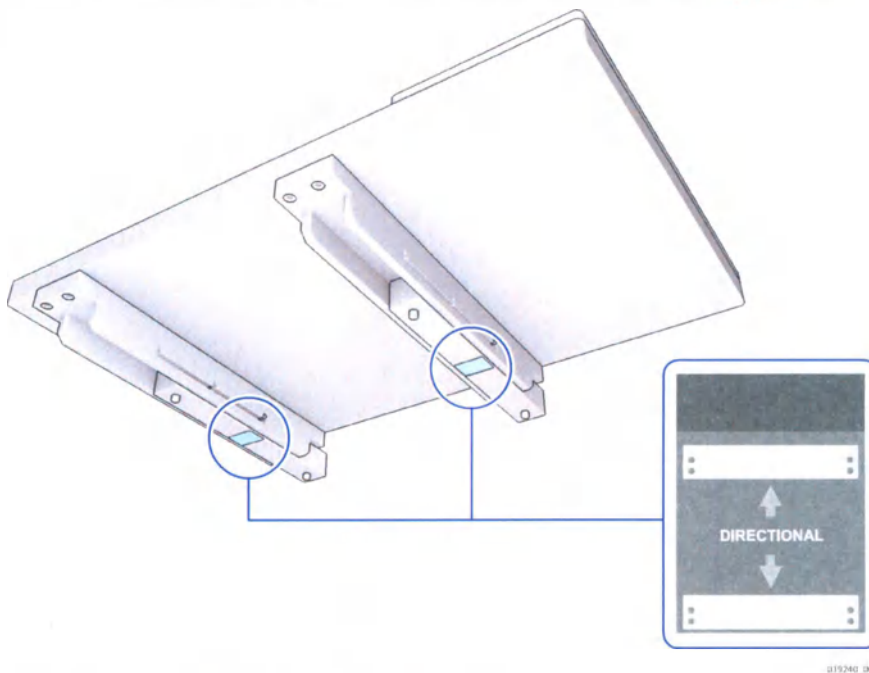

Рис. 7.32 Соединительные опоры с этикетками
- 2 Определите правильную ориентацию соединительных опор (см. Рис. 7.32).